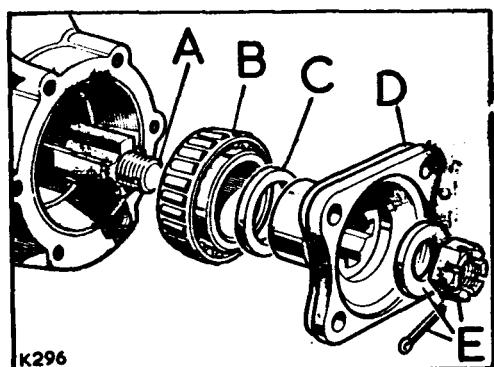

Fig. E1-50.- Brida de transmisión del piñón
3.07.- Montar la arandela distanciadora y la brida de arrastre (Fig. E1-50).